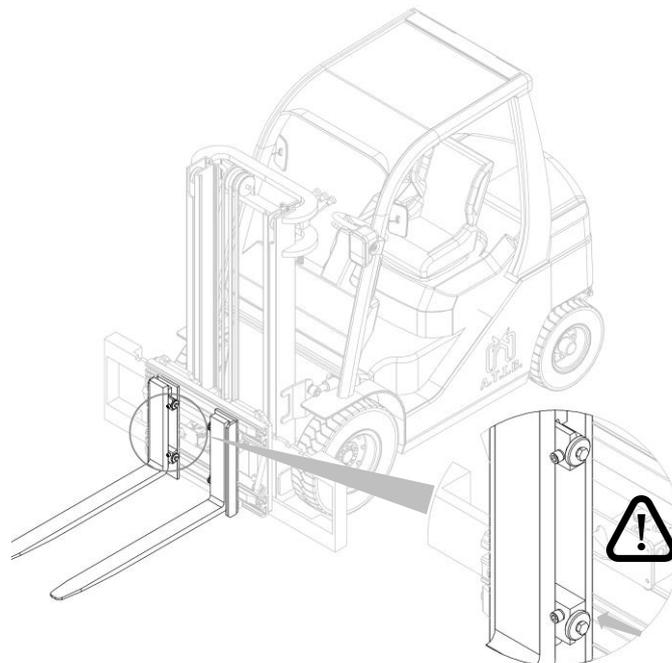

Abbildung 10
2. Nach der Montage, schrauben Sie die Gabelarretierungen wieder an (siehe *Abbildung 10*).